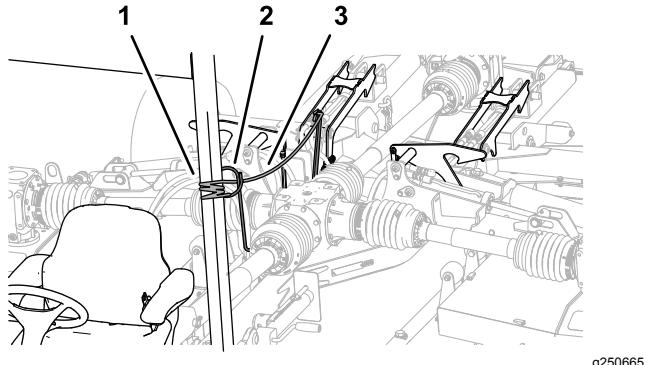

Bild 35
- Ziehen und halten Sie das Sicherungsseil des Mähwerks (**Bild 35**).